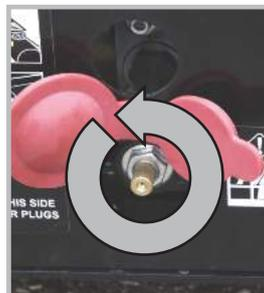

Figure 1
1. Tournez au maximum la vanne de secours du châssis dans le sens inverse des aiguilles d'une montre (cf. figure 1).